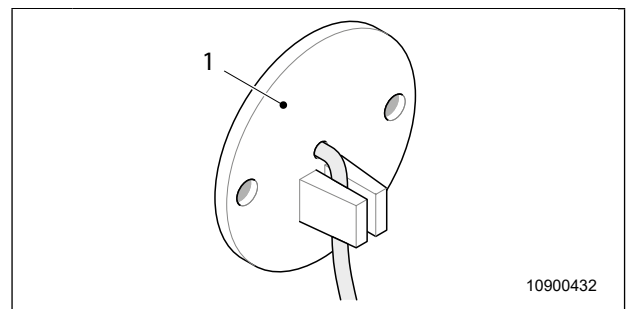

Fig. 62 Bloqueo de conductos
El bloqueo de conductos (Fig. 62, pos. 1) se encuentra en baño.